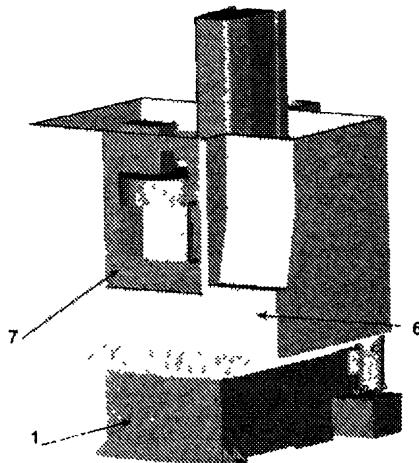

Рис. 1.3. Корпус станка.
Рассмотрим общую конструкцию вертикально-фрезерного станка с ЧПУ, который является наиболее универсальным и востребованным для любого типа производства (рис.1.3 и 1.4). *Станина* (1) предназначена для крепления всех узлов и механизмов станка. *Рабочий стол* (2) может перемещаться в продольном (влево/вправо) и поперечном (вперед/назад) направлениях по направляющим (3).